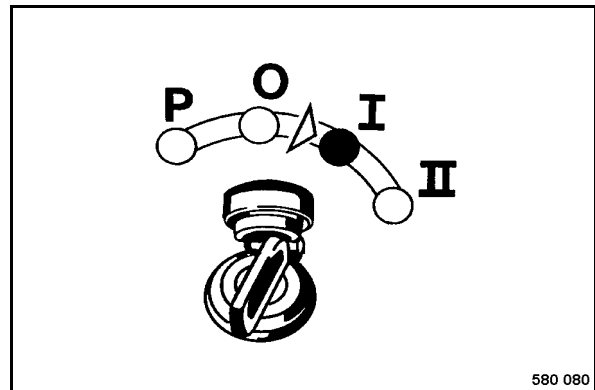

fig. 196
- Commuter l'interrupteur d'allumage sur position „I“ (fig. 196).